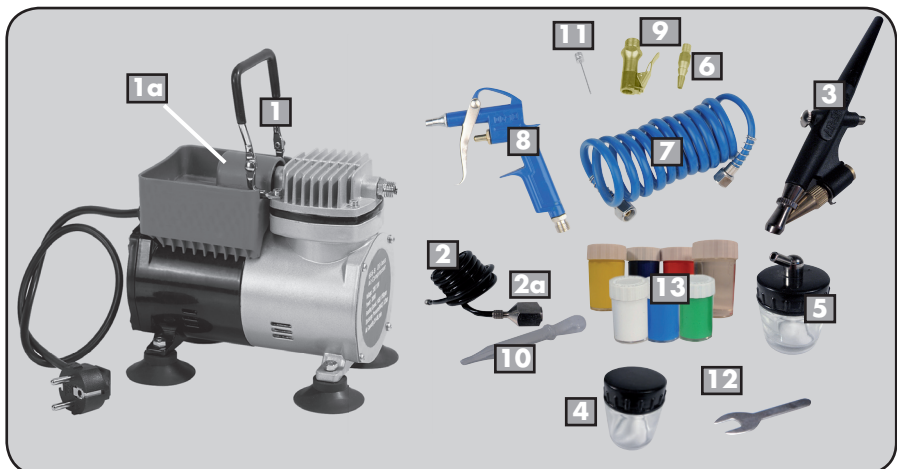

Abb. 1: Geräteübersicht/Ausstattung
Verbinden Sie über die jeweilige Schraubverbindung den Airbrushpistole (Abb. 1, Nr. 3) mit dem Rilsenschlauch (Abb. 1, Nr. 2) und diesen anschließend mit dem Airbrushkompressor (Abb. 1, Nr. 1). Benutzen Sie hierzu den mitgelieferten Gabelschlüssel (Abb. 1, Nr. 12). Befestigen Sie das Farbmischglas mit Anschlussdeckel (Abb. 1, Nr. 5) am Airbrushpistole (Abb. 1, Nr. 3). Stecken Sie den Netzstecker in die Steckdose.
2. Entnehmen Sie nun mit Hilfe der Pipette (Abb. 1, Nr. 10) zwei Tropfen der Farbe und geben diese in ein komplett mit Wasser gefülltes Farbmischglas (Abb. 1, Nr. 4 oder 5). Schütteln Sie dieses. Nun hat Ihre Farbe die benötigte Konsistenz erreicht.
3. Schließen Sie das Farbmischglas mit Anschlussdeckel (Abb. 1, Nr. 5) an die Airbrushpistole an.
Schalten Sie den Airbrush-Kompressor (Abb.1, Nr. 1a) ein, indem Sie den Ein-/ Aus-Schalter auf die Position „I“ drücken.
Regulieren Sie die Menge der zugeführten Farbe und damit das Sprühergebnis, indem Sie die Farbdüse des Airbrushpistoles (Abb. 1, Nr. 3) nach rechts bzw. links drehen.
- ▶ Schrauben Sie mit Hilfe eines Ring- oder Gabelschlüssels die Düse der Ausblaspistole (Abb. 1, Nr. 8) ab.
- ▶ Schrauben Sie anschließend den Reifenadapter (Abb. 1, Nr. 9) in den Lauf der Ausblaspistole ein.
- ▶ Den Hebel der Ausblaspistole herunterdrücken und – je nach Arbeitsbedarf -- den Luftmatratzenadapter (Abb. 1, Nr. 6) oder die Ballnadel (Abb. 1, Nr. 11) einschieben. Danach Hebel wieder loslassen.
Reinigen Sie den Airbrushpistole (Abb. 1, Nr. 3) direkt nach dem Gebrauch gründlich. Ansonsten kann die Farbe eintrocknen und Probleme bei der nächsten Nutzung verursachen. Spülen Sie den Spitzgriffel gründlich mit Wasser durch. Verwenden Sie bei hartnäckiger, eingetrockneter Farbe den mitgelieferten Verdünner.